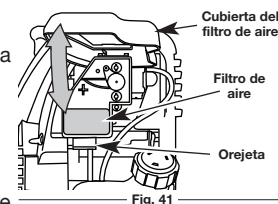

Fig. 41
1. Abra la tapa del filtro de aire. Empuje hacia adentro la lengüeta que está en lado inferior de la tapa. Después hale hacia afuera y arriba la tapa del filtro de aire. (Fig. 41).
2. Retire el filtro de aire (Fig. 41).
8. Gire la tapa hacia abajo hasta que la lengüeta de la placa posterior del filtro de aire se enganche en la ranura de la tapa del filtro de aire (Fig. 41).